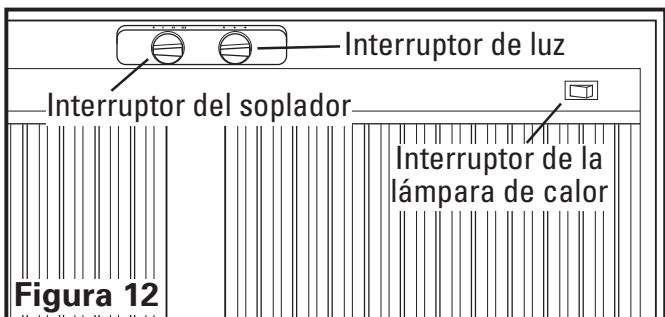

Figura 12
Su Campana Extractora está equipada con dos interruptores rotativos, uno para controlar la luz y el otro para controlar el soplador del ventilador de escape. El interruptor de luz tiene tres posiciones, ALTA (●), BAJA (◐), y APAGADO (•). El interruptor del ventilador tiene cuatro posiciones, APAGADO (•), ALTA (I), MEDIA (II), y BAJA (III) (**Figura 12**).
Controles de la Lámpara de Calor: Los modelos equipados con lámparas de calor vienen con dos interruptores oscilantes de Encendido/Apagado ubicados en la parte frontal inferior de la campana para un control independiente de las lámparas de calor (**Figura 12**).